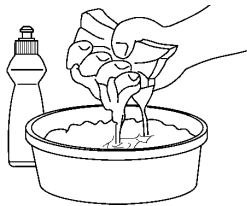

Figure 16
3. Laver le filtre à air dans du produit de lessive ou du kérosène (Fig. 16).